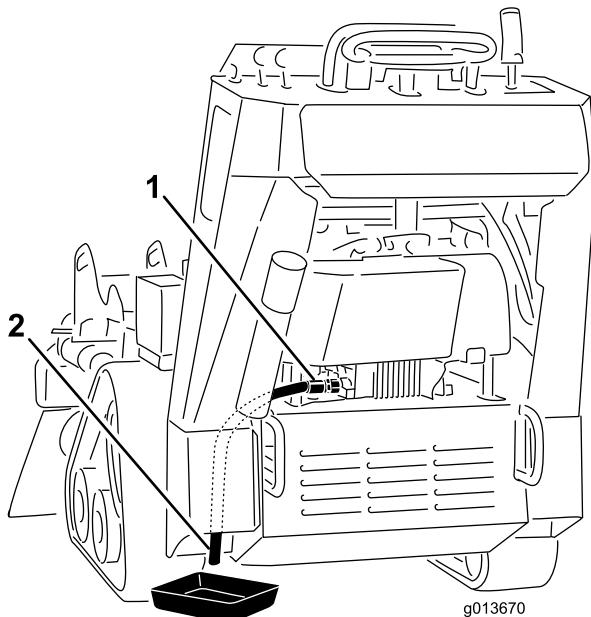

Figura 33
5. Coloque um recipiente debaixo do tubo de escoamento de óleo. Rode a válvula de drenagem de óleo para deixar o óleo drenar (Figura 33).